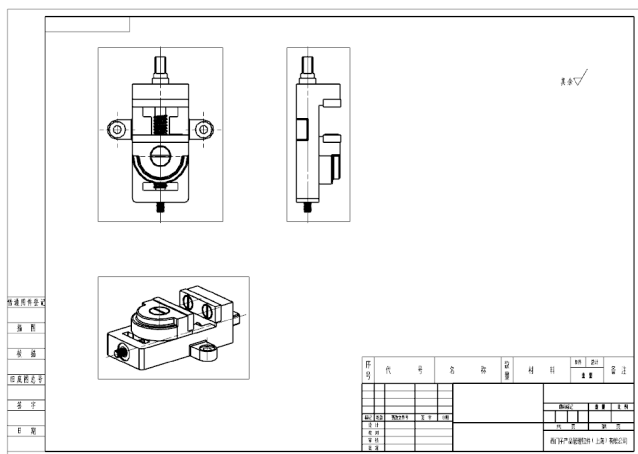

图 10-74 设置背景和栅格后的图纸
- 07 设置背景颜色和栅格后，图纸变得非常清晰，如图 10-74 所示。